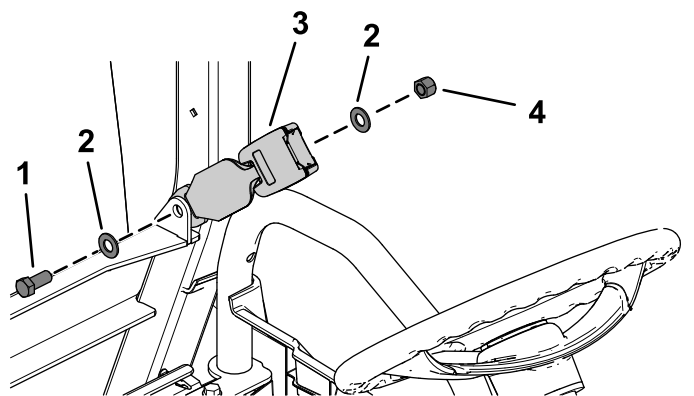

Рисунок 20
1. Установите фиксатор сиденья с помощью болта с шестигранной головкой (7/16 x 1 дюйм), 2 плоских шайб (7/16 дюйма) и контргайки (7/16 дюйма), как показано на Рисунок 20.